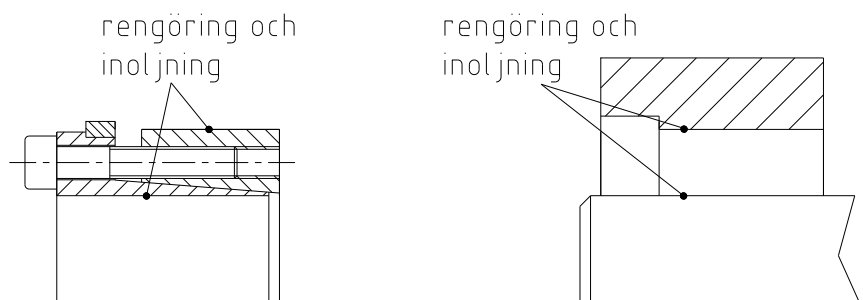

Bild 6: Rengöring och oljning av kontaktytorna (exempel: CLAMPEX® KTR 201)
- Rengör klämsetets ytor markerade i bild 6 såväl som axel/nav- därefter applicera lätt tunnflytande olja (t.ex. Ballistol Universal oil eller Klüber Quietsch-Ex).